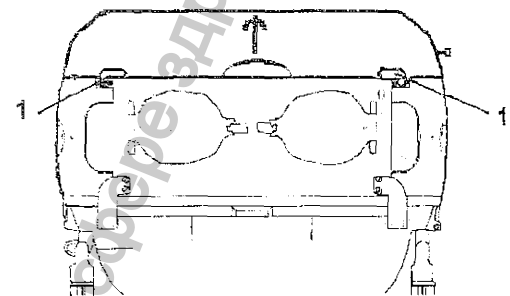

Рисунок 2.3.4 – Снятие колпака
- взяться обеими руками за колпак с боковых сторон (рисунок 2.3.4);